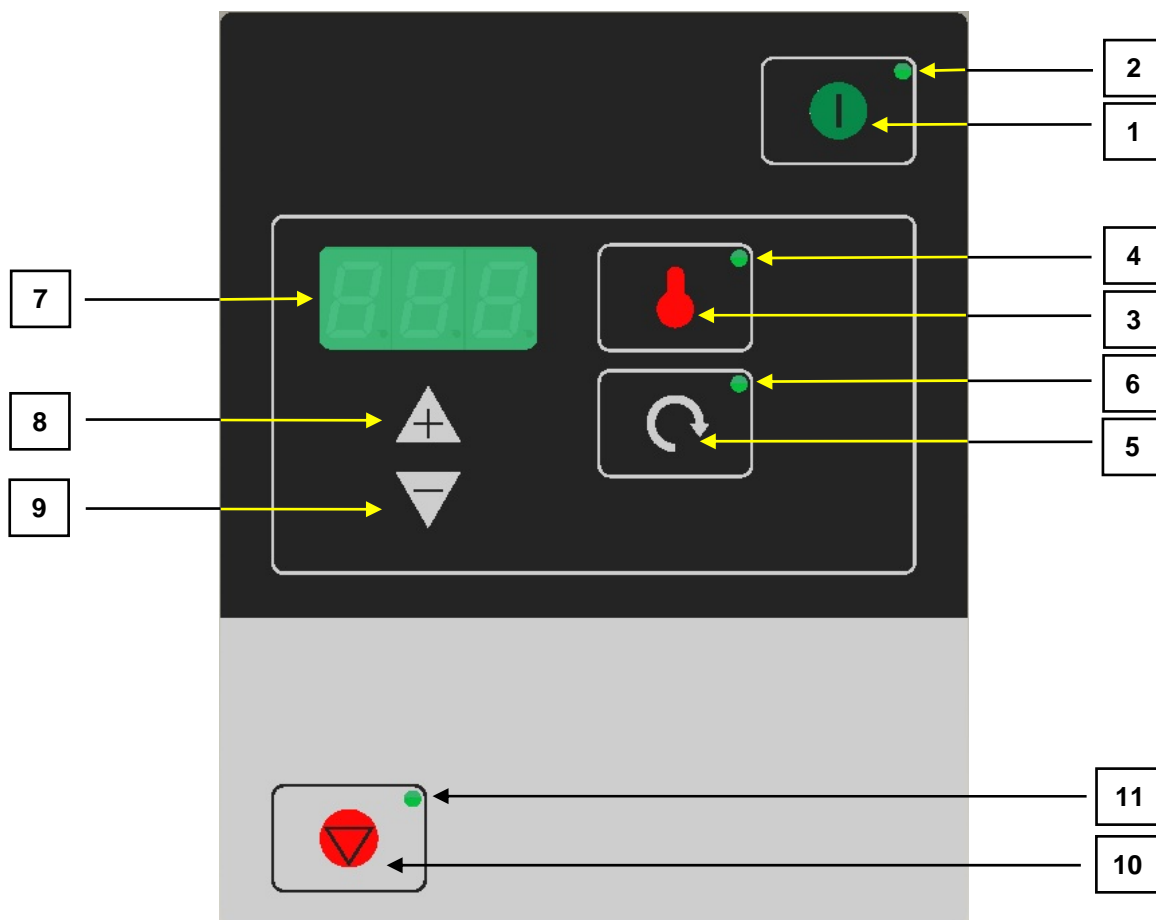

Figura 5.2.1.
- Versione OPL consente facile accessibilità di tutti gli elementi di comando della tastiera, rappresentati in figura 5.2.1.
- Figura 5.2.1. – tastiera, visualizzazione e descrizione delle funzioni per la versione OPL.
- Dopo la rimozione della copertura protettiva **12** è accessibile la tastiera che dal punto di vista dell'esecuzione risulta identica alla versione OPL, figura 5.2.1., con le funzioni modificate.